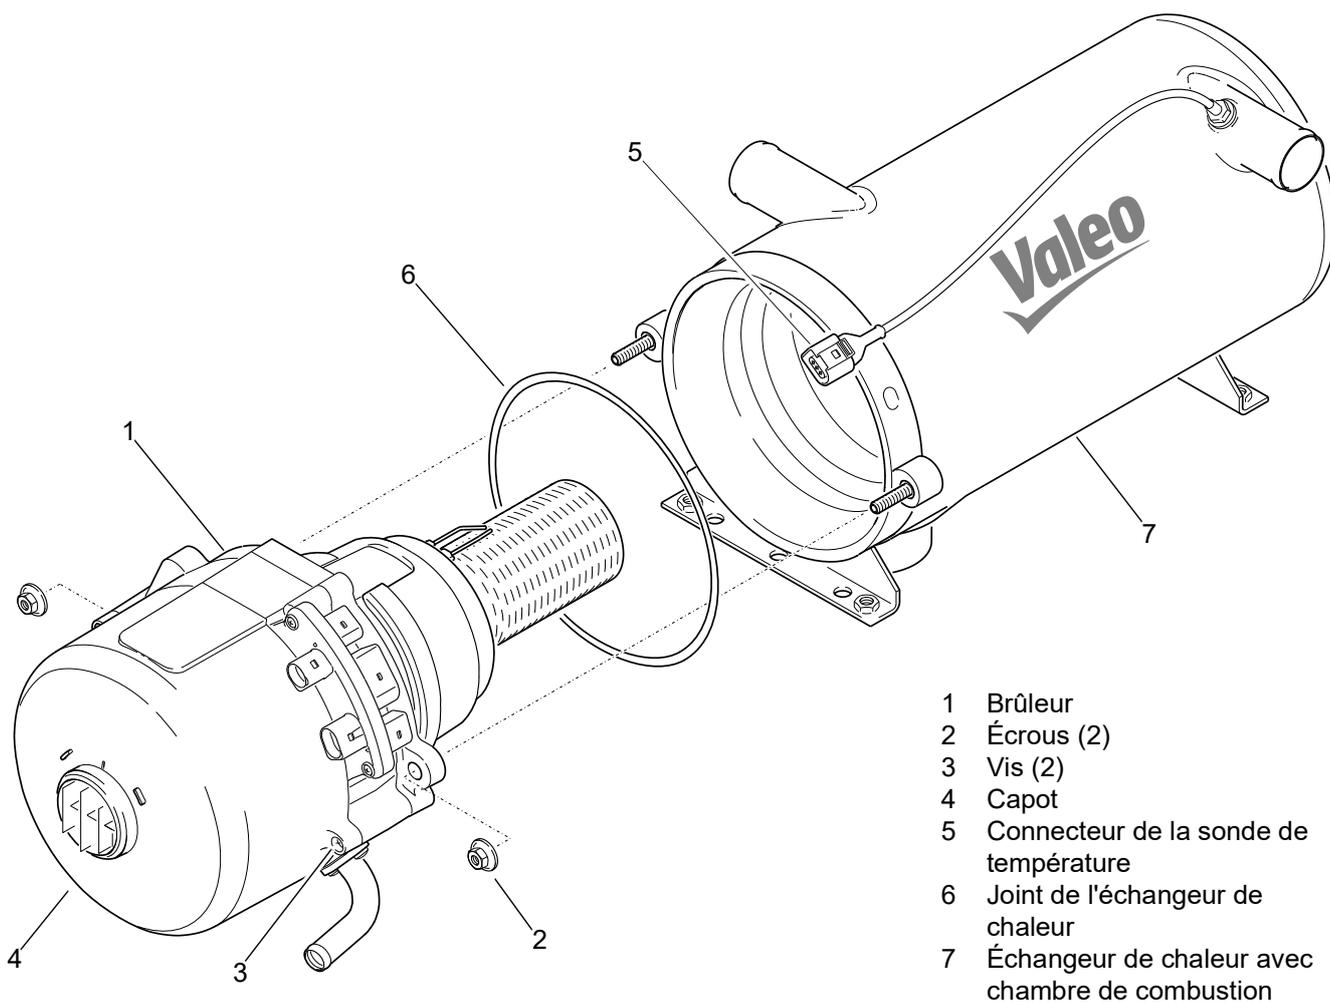

Fig. 802 Montage et démontage du brûleur/capot
2. Débrancher le connecteur de la sonde de température (5, Fig. 802).
2. Serrer la sonde de température (1) avec un couple de 8 Nm \pm 0,5 Nm.
3. Enficher le connecteur de la sonde de température (5, Fig. 802).
2. Dévisser les vis (3, Fig. 802).
3. Retirer le capot (4).
1. Placer le capot (4, Fig. 802) et bien le positionner dans l'ensemble. Faire attention au centrage et à la position.
2. Serrer les vis (3) avec $2 \text{ Nm} \pm 0,5 \text{ Nm}$.
5. Dévisser les écrous (2).
6. Enlever le brûleur (1).
1. Installer le brûleur (1, Fig. 802) et le placer dans sa position d'installation avec un nouveau joint (6), en faisant attention à ce que le joint soit bien placé et bien centré.
2. Placer les écrous (2) et les serrer légèrement tour à tour.
3. Serrer les écrous (2) avec $7,5 + 1 \text{ Nm}$ et les sceller avec un vernis de sécurité pour vis.
4. Débrancher le connecteur de la sonde de température « T » (5, Fig. 802).
3. Enficher le connecteur du module ZF (8) et du moteur de la turbine à air (2) sur le boîtier électronique (5).
5. Enficher le connecteur de la sonde de température « T » (5, Fig. 802).